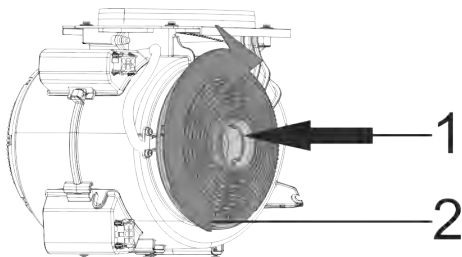

Fig. 5: KUL10 & KUL13
- 1- Montera kolfiltren på motorns sidor (Fig. 5).
- 2- Skruva fast kolfiltren ordentligt medurs för att låsa dem på plats (Fig. 5).